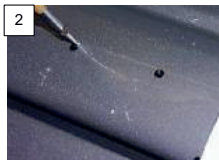

Abb. 3-1: Bohrung der vorderen Befestigungspunkte / Drill the front attachment points
- Die beiden vorderen Bohrungen markieren (s. Abb. 3-1, 1), kören (2) und mit dem 3,2 mm Bohrer bohren (3),
- Mark the two front holes (see Abb. 3-1, 1), grain (2) and drill with a 3.2 mm drill (3),